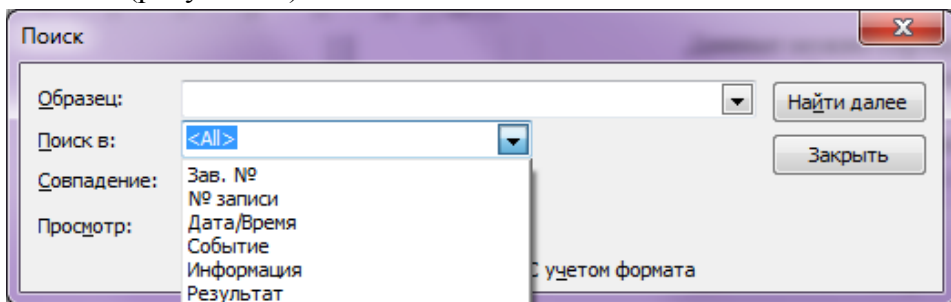

Рисунок 13 – Варианты графы «Поиск в»
7.3 В графу «**Поиск в**» вводится параметр, по которому будет вестись поиск. В качестве параметра выбирается один из заголовков колонок (рисунок 13).